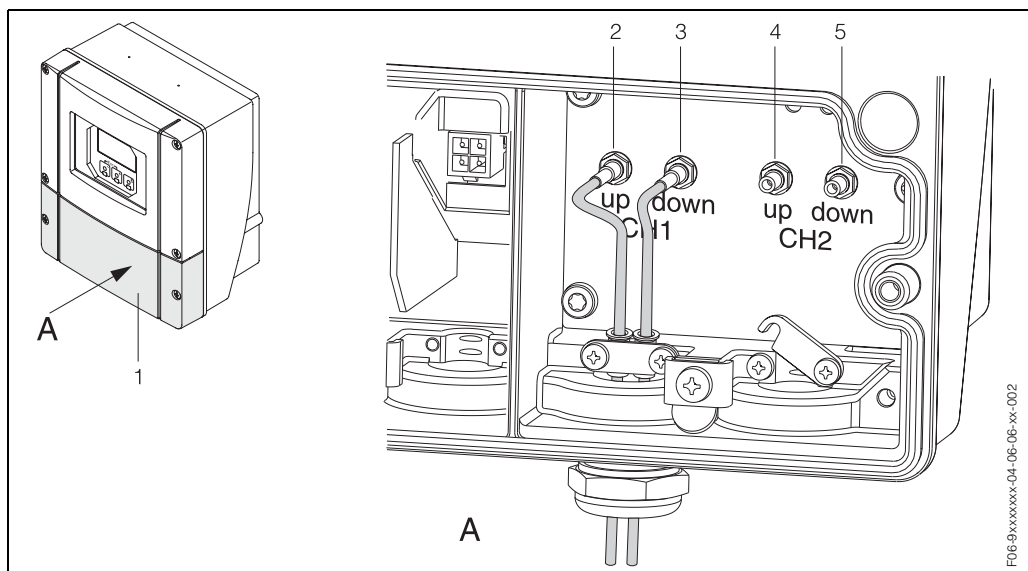

fig. 17: Raccordement du système de mesure
1. Transmetteur : dévisser les vis et déposer le couvercle (1) du compartiment de raccordement.
3. Démonter l'entrée de câble spéciale, livrée avec les capteurs. Faire passer les deux câbles de liaison capteur par le couvercle (6) de l'entrée de câble dans le compartiment de raccordement.
4. Placer côte à côte les douilles de fixation (9) des deux câbles capteur (Détail B). Enfoncer les bornes de terre (10) et les visser. Ceci permet de garantir une parfaite mise à la terre.
5. Ecarter le joint caoutchouc (7) le long des perçages latéraux avec un outil adéquat, par ex. un gros tournevis, de manière à pouvoir coincer les deux câbles capteur. Pousser le joint caoutchouc dans le support de l'entrée de câble (8). Fermer de manière étanche l'entrée de câble (6).
6. Embrocher le connecteur du câble capteur (11) côté transmetteur comme représenté à la fig. 17.
7. Transmetteur : Visser le couvercle (1) sur le compartiment de raccordement.